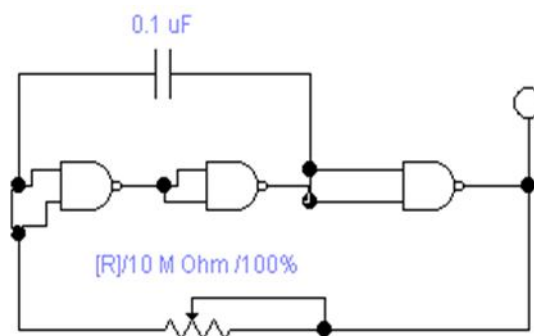
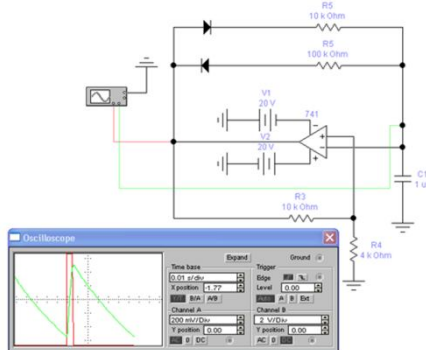

Рис.4. Принципиальная схема мультивибратора на логических элементах
Рис.6 Схема мультивибратора на ОУ и временная диаграмма, иллюстрирующая его работу
3.1. Соберите схему рис. 4.
4.1. Используя пакет Electronics Workbench, собрать мультивибратор рис. 4 и рис. 6, включив в нее модель 741 (или LF147 для симметричного мультивибратора).